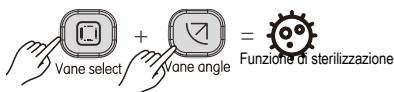

Fig. 3.16
- 1) Se si premono contemporaneamente i tasti  e , si attiva la funzione di sterilizzazione. Il simbolo appare sul display  (vedi Fig. 3.16).